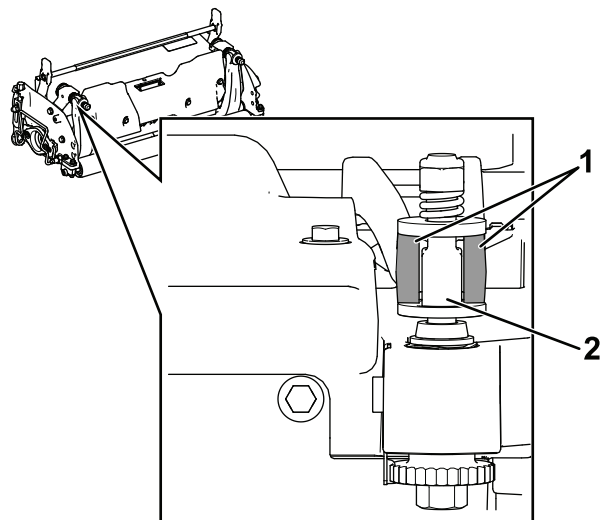

図 32
**重要** 図 32 に示すように、DPA アジャスターをベッドバーの耳の中央に配置する。